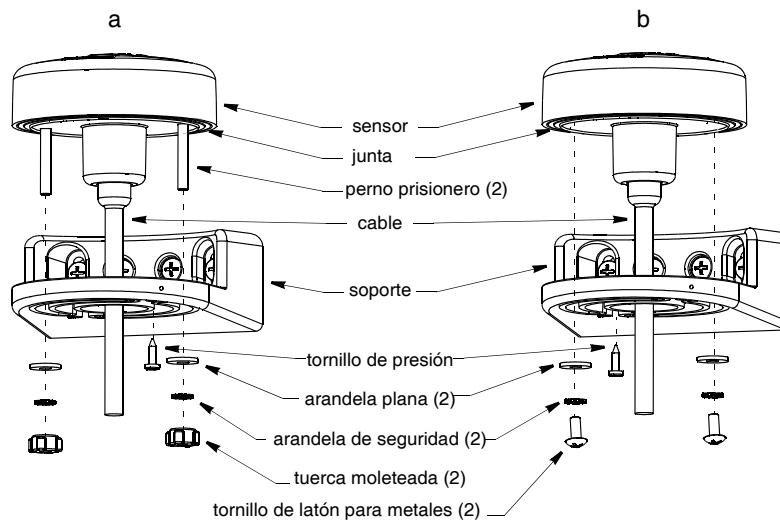

Figura 3. Instalación del sensor en el soporte
1. Pase el cable a través del soporte (figura 3).